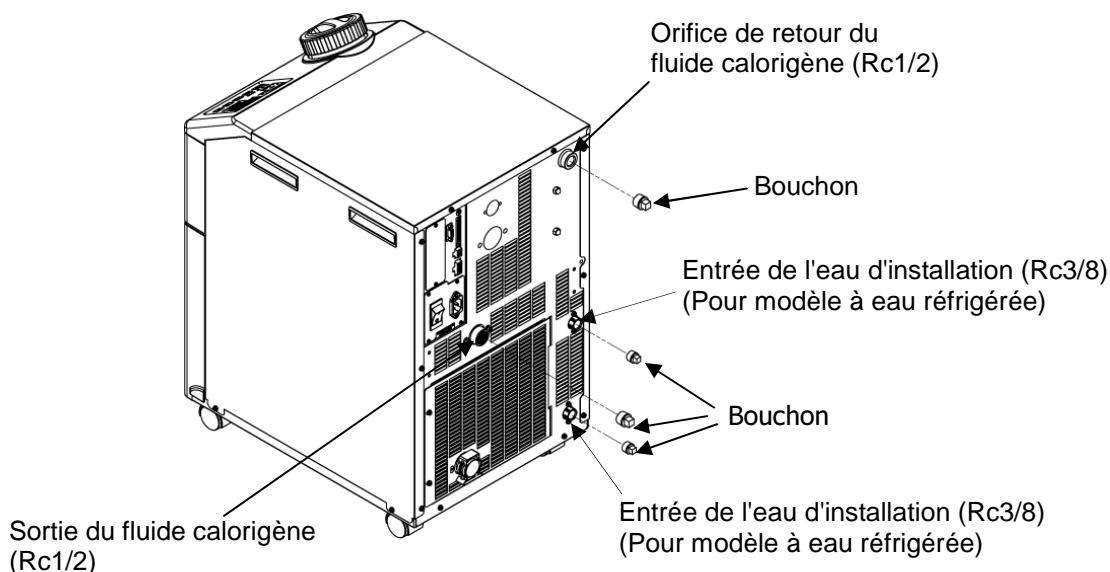

Fig. 7-5 Connexion au raccordement du produit
**9.** Reportez-vous Fig. 7-5 pour monter le bouchon sur le raccordement du produit.